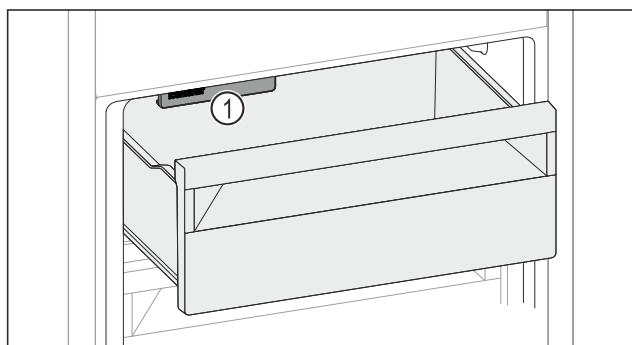

Fig. 227
- ▶ Dávejte pozor na IceMaker Fig. 227 (1).